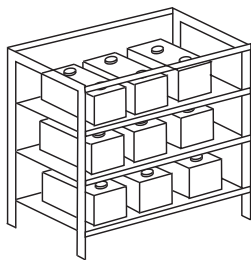

Fig. N20 : Batteries en étagères
- en étagères (cf. **Fig. N20**), possible pour les batteries étanches ou ouvertes sans entretien qui ne nécessitent pas de remise à niveau de leur électrolyte,